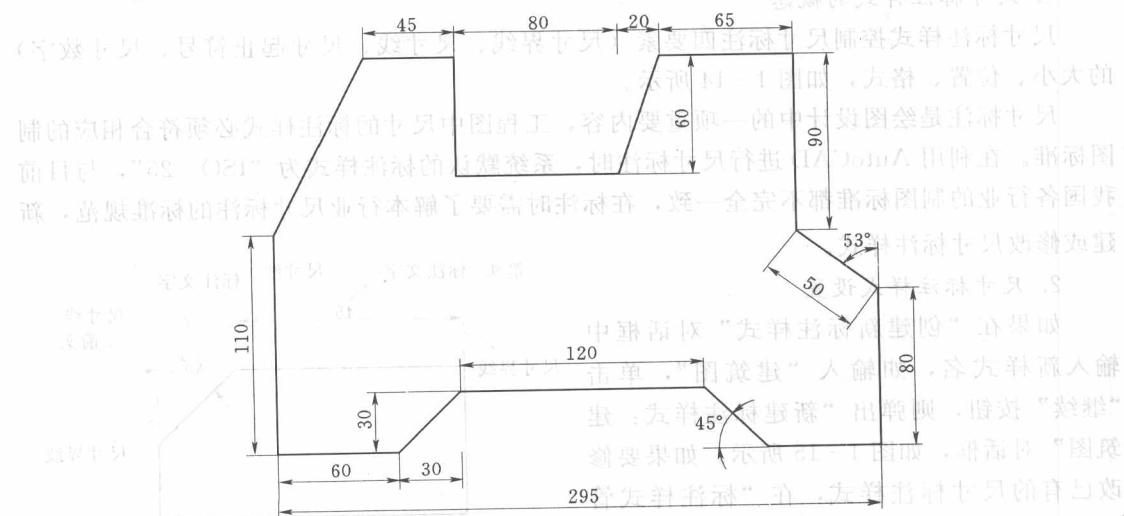
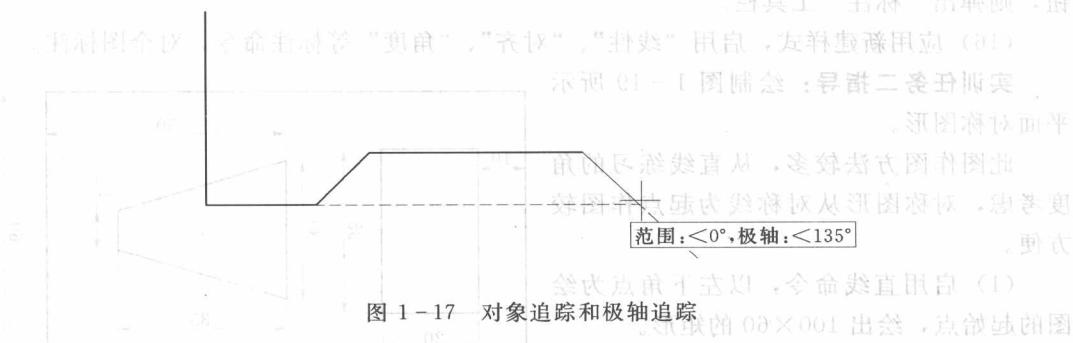

图 1-16 平面图形一
图 1-17 对象追踪和极轴追踪
实训任务一指导：绘制图 1-16 所示平面图形。
(2) 确认已打开状态栏中的“极轴”、“对象捕捉”、“对象追踪”按钮。
(3) 启用“直线”命令，将图 1-16 中 110 直线的上端点作为起画点，用鼠标指引方向，用直接给距离法绘出 110、60 坚直和水平线段。
(4) 从命令区输入“@30, 30”，按回车键，绘出倾斜线。
(5) 用鼠标指引追踪水平方向，输入 120，按回车键。
(6) 将极轴“增量角”设置为 45，追踪对齐左边端点，绘制 135°的倾斜直线。如图 1-17 所示。